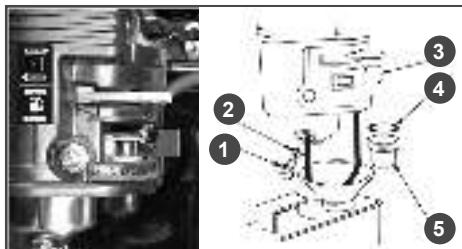

Рис.16 Обслуживание
1. Установите топливный рычаг в положение «ЗАКРЫТО» Рис. 16.